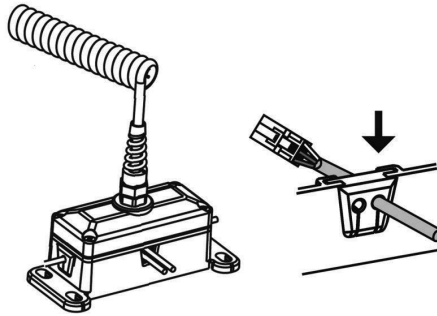

Bild 2 – Kabeleingang in die Verteilerbox
- Verlegen Sie die Kabel von den Sicherheitssensoren durch die Dichteinsätze in die Verteilerbox (Bild 2). Wählen Sie im Voraus Dichteinsätze aus den Schalteinheiten (für Kabel  $\varnothing 3,4\text{mm}$  – 3 Stück, für Kabel  $\varnothing 4,4\text{mm}$  – 1 Stück).